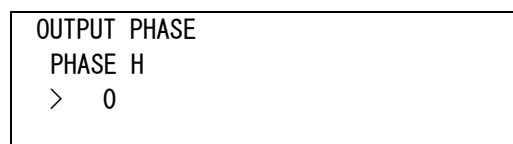

図 4-60 オンスクリーンメニュー(PHASE H 例)
- 2) ツマミを回して「PHASE H[PH H]」か「PHASE V[PH V]」を選択し、**ENTER**ボタンを押し図 4-60 のような数値設定メニューに入ります。